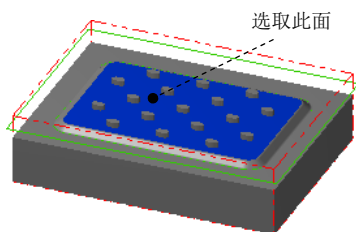
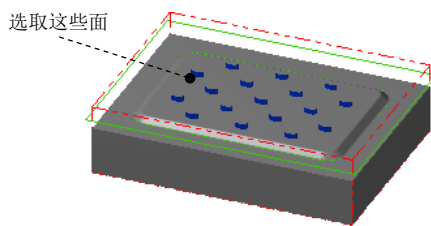

图 25.24 选取加工面
图 25.25 选取干涉面
Step1. 选择加工方法。选择下拉菜单 **刀具路径 (T)** → **曲面精加工 (F)** → **精加工环绕等距加工 (O)...** 命令。
Step2. 设置加工区域。在图形区中选取图 25.24 所示的曲面, 然后按 Enter 键, 系统弹出“刀具路径的曲面选取”对话框。单击 **检测** 区域中的 按钮, 在图形区中选取图 25.25